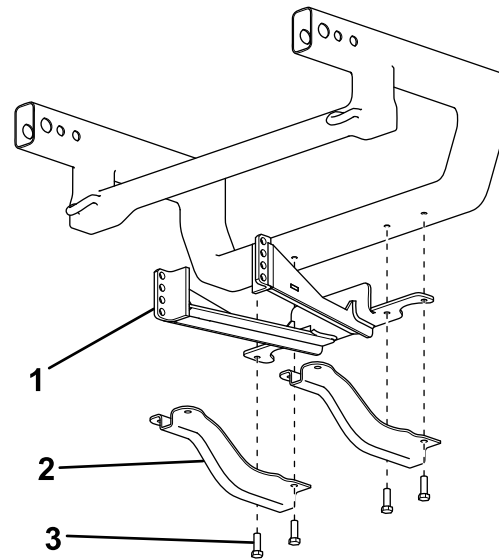

Bild 1
3. Fluchten Sie die Bohrungen an der Rückseite der Winkelhalterung mit den Bohrungen im Querträger des Fahrzeugs aus (**Bild 1**).
5. Befestigen Sie die Halterungen des Unterfahrschutzes und die Winkelhalterung mit den zuvor entfernten, vorhandenen Schrauben (**Bild 1**).